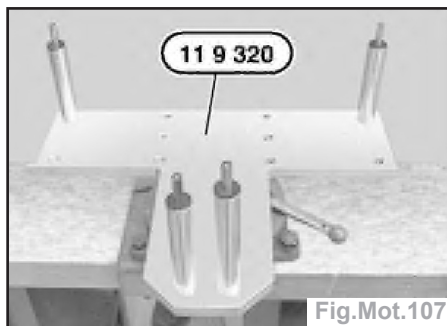

Fig.Mot.107
- Brider l'outil 11 9 320 dans un étau (Fig. Mot.107).